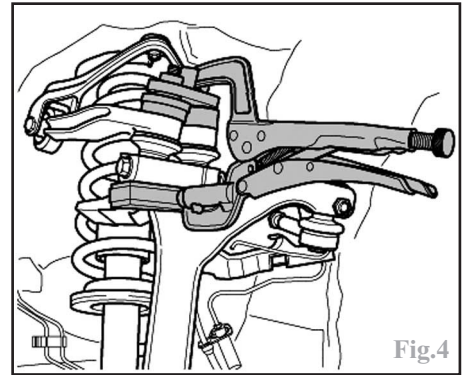

Fig.4
-pour la repose des fixations des deux bras de suspension supérieurs, utiliser par exemple, une pince-étau (Fig.4) afin de les maintenir en position (insérées au maximum dans le pivot) lors de la mise en place de la vis de fixation.